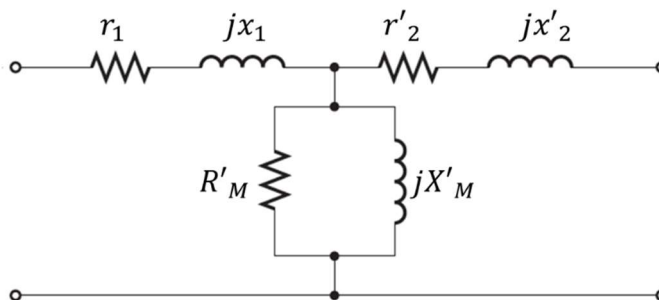
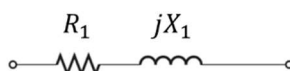

Figura 1 – Modelo completo do transformador.
Figura 3 – Modelo simplificado 2 do transformador, onde o ramo de magnetização foi desprezado.
- II. Realizar o cálculo dos parâmetros do transformador em valores ôhmicos do modelo completo (Figura 1), modelo simplificado 1 (Figura 2) e modelo simplificado 2 (Figura 3), com valores calculados à temperatura de referência, parâmetros referidos ao lado de maior tensão e ao lado de menor tensão. Utilizar as equações desenvolvidas em sala de aula. Observação: realizar o cálculo direto dos valores ôhmicos. Nesse item, não será aceito realizar o cálculo em pu dos parâmetros e depois multiplicar pela impedância base.
- III. Realizar o cálculo dos parâmetros do transformador em valores pu e em valores percentuais do modelo completo (Figura 1), modelo simplificado 1 (Figura 2) e modelo simplificado 2 (Figura 3), com valores calculados a temperatura de referência (75 °C). Nesse item, calcular os valores pelas equações diretas em pu. Comparar com os dados obtidos por meio dos valores ôhmicos do item b) divididos pela impedância base. Para o modelo simplificado 2 (Figura 3), calcular também o valor da impedância, em pu e em valores percentuais (somente módulo).